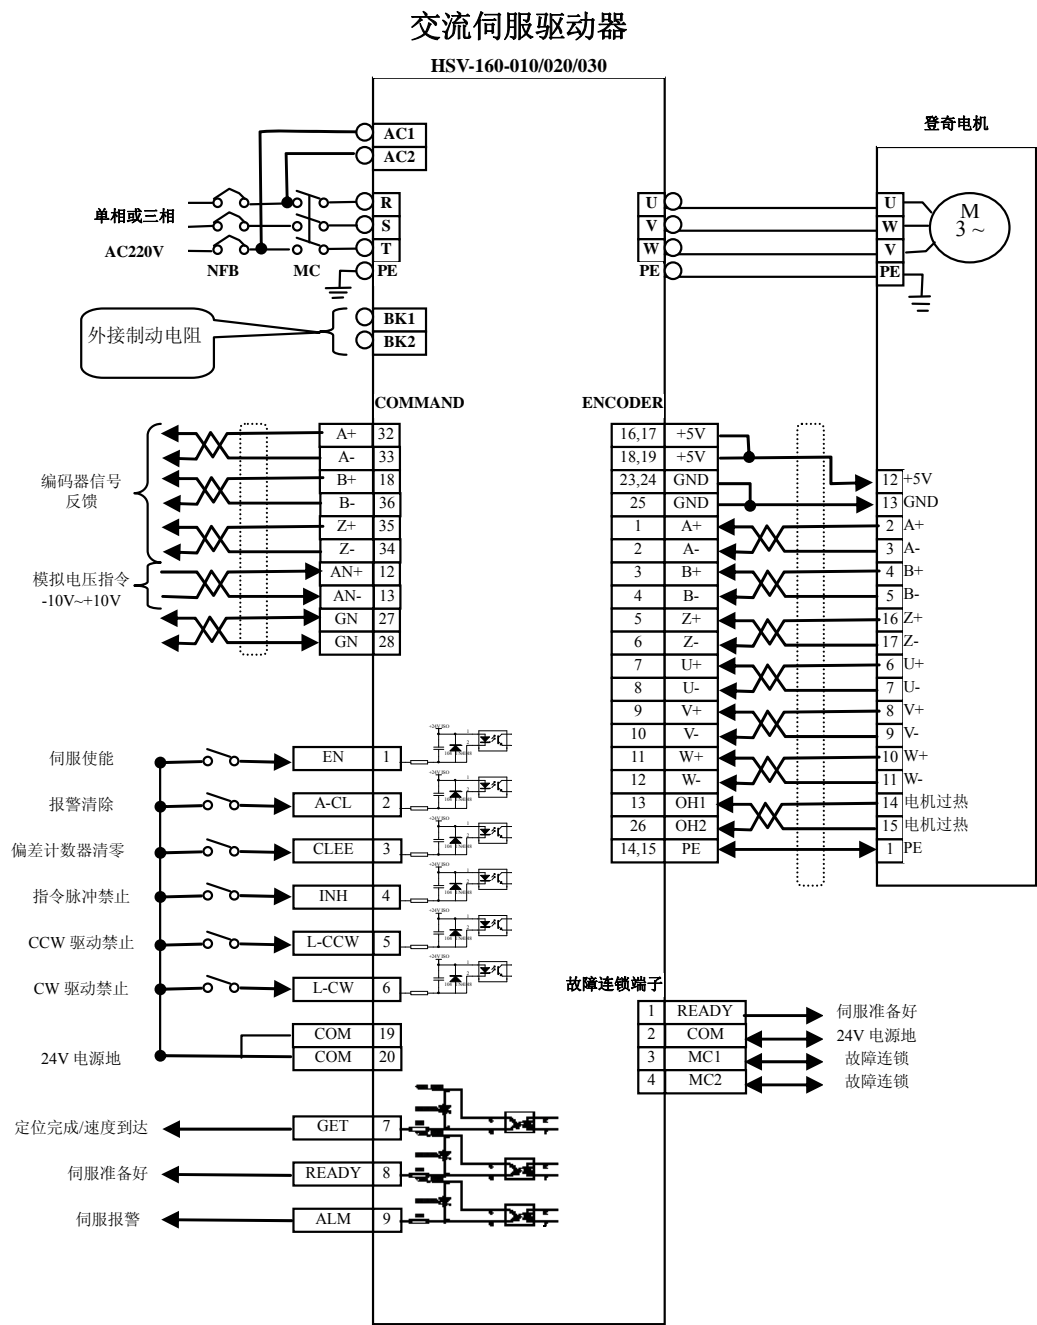

图 5.3 速度控制方式标准接线
2. **速度控制方式：**图 5.3 示出速度控制方式标准接线